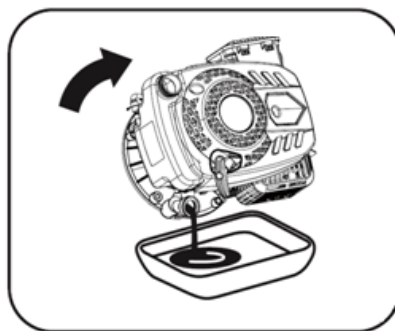

Рис. 19
4. Наклоните газонокосилку на бок и слейте отработанное масло из картера двигателя через маслоналивную горловину в заранее подготовленную емкость (рис. 19).